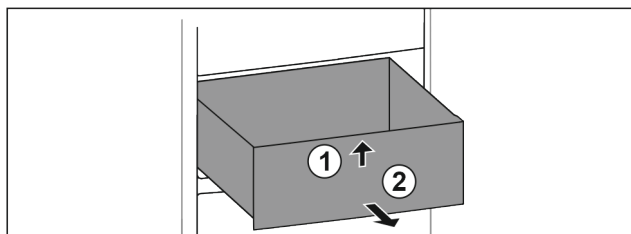

Fig. 96
- Lade aan de voorkant optillen. Fig. 96 (1)
- Lade naar voren toe verwijderen. Fig. 96 (2)